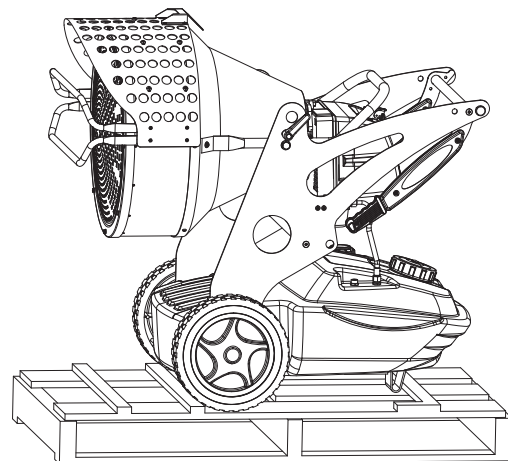

Abbildung 2 - Auf der palette
- Die Bänder entfernen, mit denen das Heizgerät an der Palette befestigt ist (Abb. 2).
- Der Generator entsprechend an der Palette befestigt werden (Abb. 2).
- Stellen das Gerät in geeigneten und nicht nassen Ort. Nicht mehr als 2 Geräte übereinanderlegen. Schicken das Heizgerät als Abbildung Abb. 1 oder wenigstens als Abb. 2.